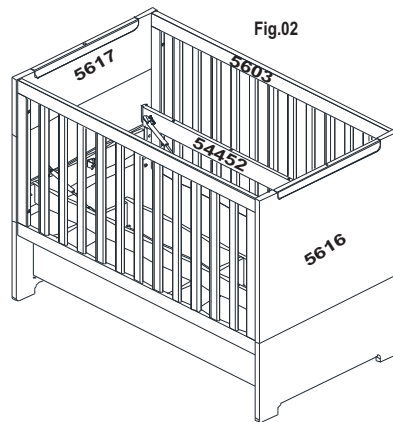

Fig.02
2. Retire as barras de estrado (54452) forçando as mesmas para cima. Fig.: 02.
25) Encaixar a frontal de gaveta (53896). Gire os tambores minifix 15 mm "W" para fixação. Fig. 02.